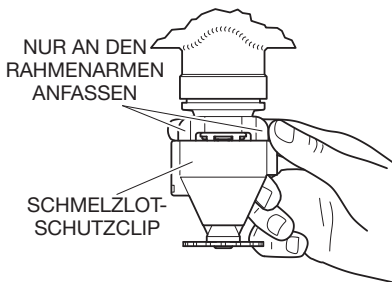
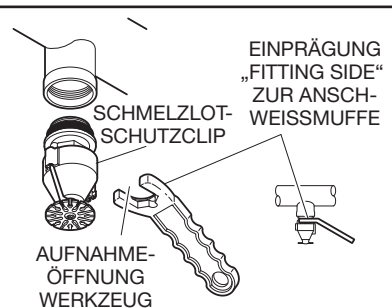

ABB. 5
ABB. 6
- Stellen Sie sicher, dass der ab Werk angebaute Schmelzlotschutzclip am Sprinkler bleibt, um einer Beschädigung des Schmelzlotelements während der Installation vorzubeugen und halten Sie den Sprinkler nur an den Rahmenarmen (wie in Abbildung 5 gezeigt). Verwenden Sie nur das angemessene Sprinkler-Ausrichtungswerkzeug (wie in Abbildung 6 angezeigt).
(Optional) verwenden Sie das in Abbildung 6 gezeigte Ausrichtungswerkzeug, um eine Hebelwirkung zu erzielen.